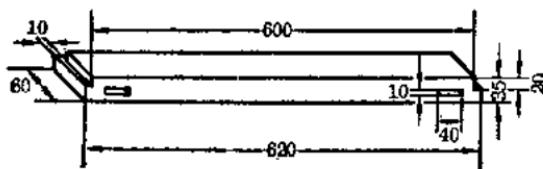
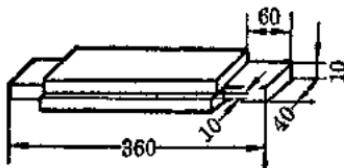

图 2
图 3
2. 锯 $35 \times 60 \times 620$ (毫米)³ 木条两条，用木刨刨成如图 2 所示形状，即在两头挖开两个槽孔；另外再锯 $35 \times 70 \times 360$ (毫米)³ 木条两条，刨成图 3 所示形状，并在两头削出榫头。